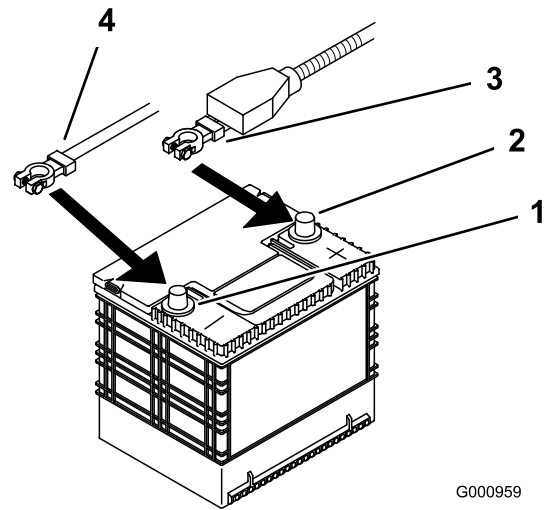

Bild 56
4. Klemmen Sie zunächst das Minuskabel vom Minuspol (-) der Batterie ab (Bild 56).
5. Ziehen Sie die rote Polkappe vom (roten) Pluspol der Batterie ab. Ziehen Sie dann das (rote) Pluskabel ab (Bild 56).
4. Befestigen Sie die Kabel mit 2 Schrauben (1/4 x 3/4 Zoll), 2 Scheiben (1/4 Zoll) und 2 Sicherungsmuttern (1/4 Zoll) (Bild 56).